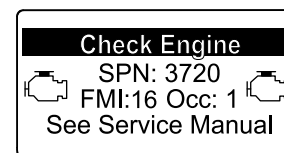

Figure 97
- Si le code d'ANOMALIE MOTEUR SPN 3251 FMI 0, SPN 3720 FMI 0 ou SPN 3720 FMI 16 s'affiche dans l'InfoCenter (Figure 97), nettoyez le filtre à suie en procédant comme suit :